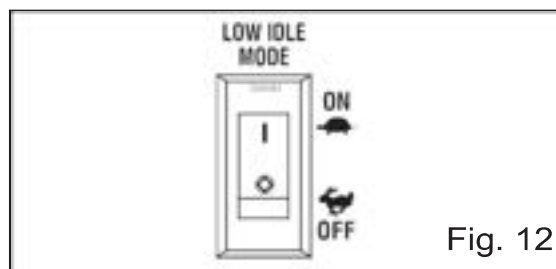

Fig. 12
1. Ruotare l'interruttore LOW IDLE MODE (Fig. 12) su "OFF".